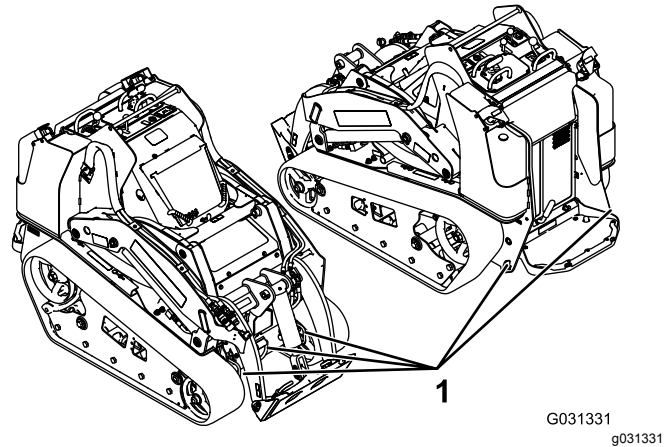

Figure 36
8. Servez-vous des points d'attache en métal de la machine pour l'arrimer solidement sur la remorque ou le véhicule de transport au moyen de sangles, chaînes, câbles ou cordes (Figure 36). Reportez-vous à la réglementation locale concernant les exigences d'arrimage.
Vous pouvez soulever la machine en vous servant des points d'attache/de levage indiqués à la Figure 36.